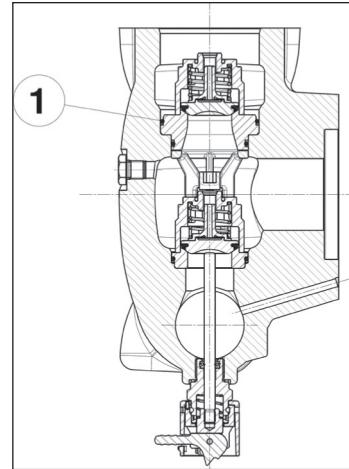

Fig. 111
Prestare particolare attenzione all'inserimento dell'O-ring indicato in pos. ①, Fig. 111.